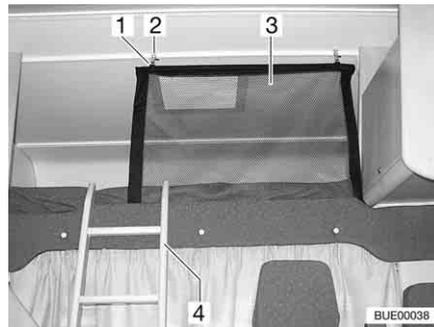
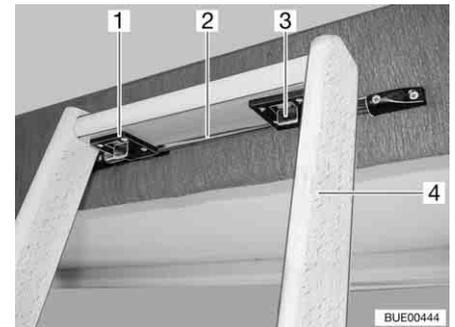

Fig. 110 Cama de alcova
Fig. 111 Escada, dispositivo de bloqueio
Escada Para fixar a cama de alcova, utilize a escada anexa de série (Fig. 110,4 e Fig. 111,4).
- Suspenda a escada com os dois ganchos (Fig. 111,1) na barra (Fig. 111,2) no painel de revestimento da alcova.
- Desloque para diante ambos os dispositivos de bloqueio (Fig. 111,3).
Rede de segurança A rede de segurança (Fig. 110,3) está arrumada, de série, entre o colchão e o estrado. Expanda a rede de segurança somente quando já ninguém se encontrar na alcova.
- Suspenda o suporte (Fig. 110,1) nos ganchos existentes no teto (Fig. 110,2).